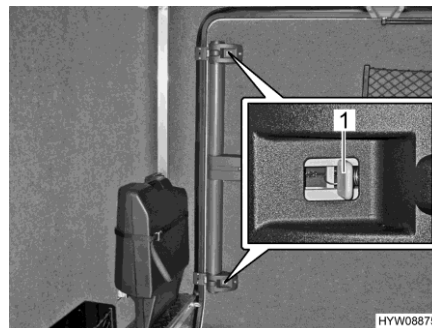

Bild 58 Garagedörr (nödopplåsning inifrån)
- Tryck den grå spjällen (Bild 58,1) på det övre och nedre låset i riktning mot dörrens mitt.